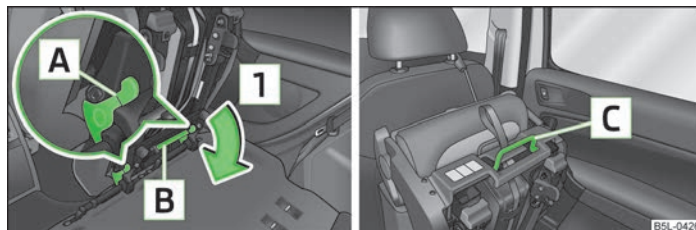

Fig. 52 Desbloquear el asiento abatido/asa en la banqueta
- Desbloquear el asiento abatido presionando los bloqueos de asiento **A** en sentido de la flecha **1** » fig. 52.
- Abatir el asiento exterior hacia delante » página 64 y desbloquearlo » fig. 52 de la página 64.